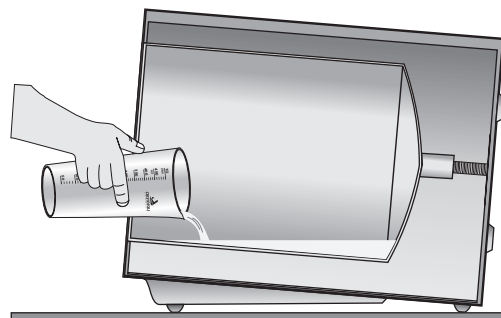

Fig. 16
- Abra a porta da autoclave, usando o copo dosador, coloque a quantidade correta de **água destilada** diretamente na câmara **antes** de cada ciclo (Fig. 16) de acordo com a tabela abaixo;